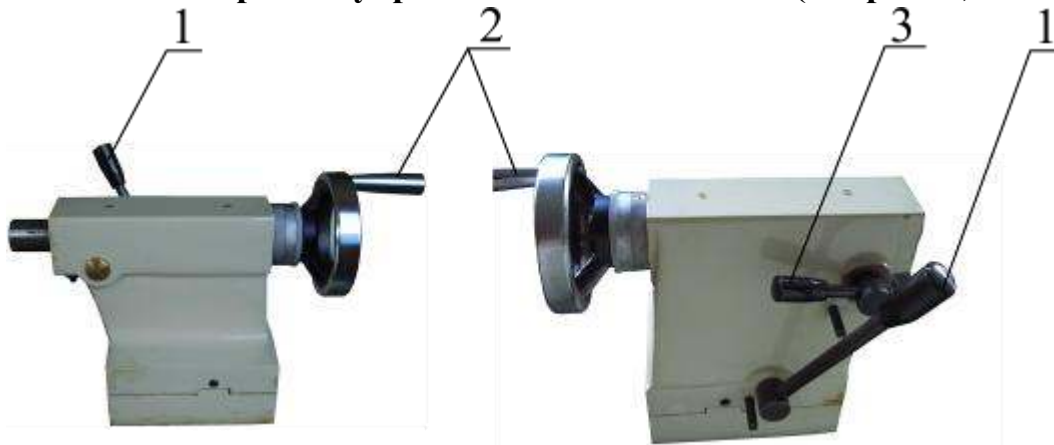

Рисунок 9.
**Органы управления задней бабки (см. рис. 9).**